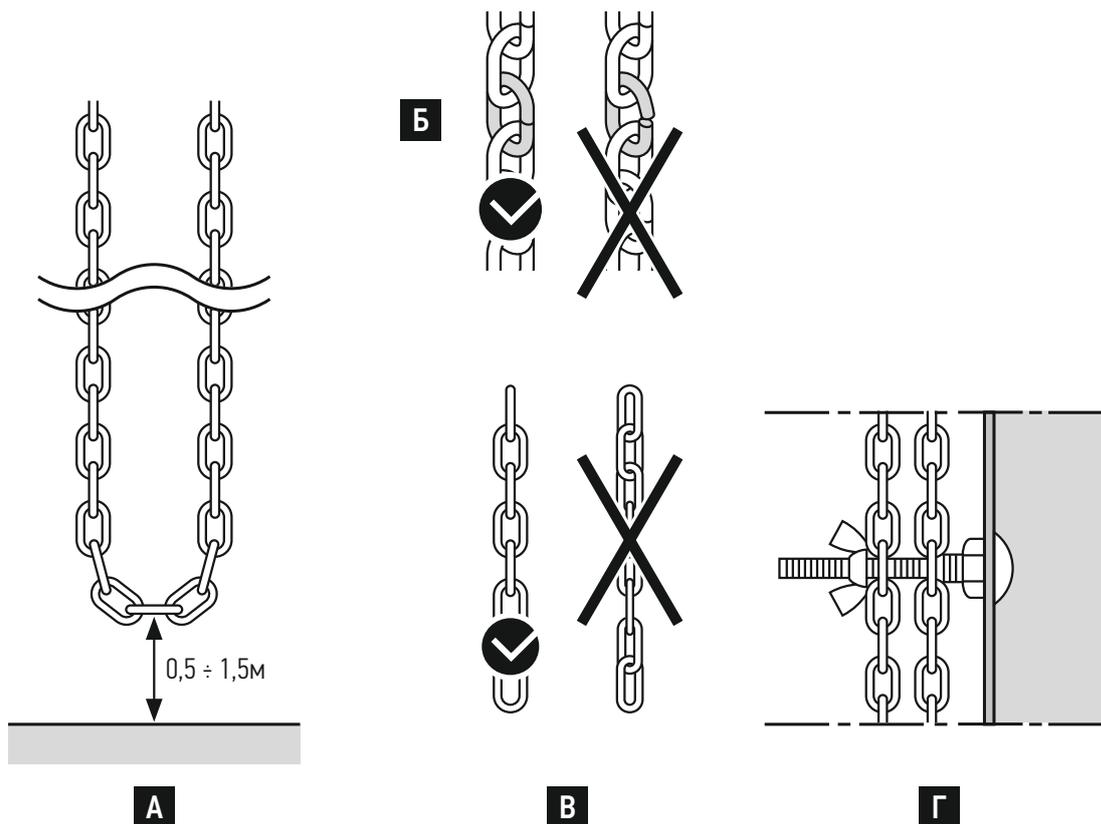

Рис.3 Условия правильного функционирования цепи ручного управления
- Край цепи аварийного ручного управления в собранном состоянии должен находиться на высоте 0,5-1,5 метра (рис.3а)
- При необходимости удлините или укоротите цепь. Концы аварийной ручной цепи должны быть соединены друг с другом. Кромки соединительного звена цепи должны располагаться точно друг над другом (рис. 3б).
- Аварийная ручная цепь ни в коем случае не должна быть перекручена (рис.3в), так как в противном случае могут возникнуть неисправности в работе аварийного ручного управления.
- Когда аварийное ручное управление не используется, нижняя часть цепи должна быть зафиксирована (рис.3г) во избежание защемления аварийной ручной цепи при движении ворот, а также чтобы не создавать помех движению людей и оборудования.